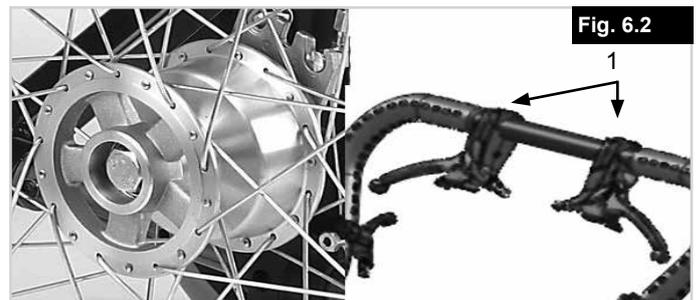

Fig. 6.2
Tromlebremser gør det muligt for en ledsager at bremse sikkert og bekvemt. De kan også indstilles ved hjælp af låsehåndtagene (1) for at hindre dem i at rulle. Disse håndtag skal klikke hørbart på plads. Tromlebremsernes drift afhænger ikke af lufttrykket inde i dækkene. Kørestolen kan ikke skubbes, når tromlebremserne er aktiveret (Fig. 6.2).